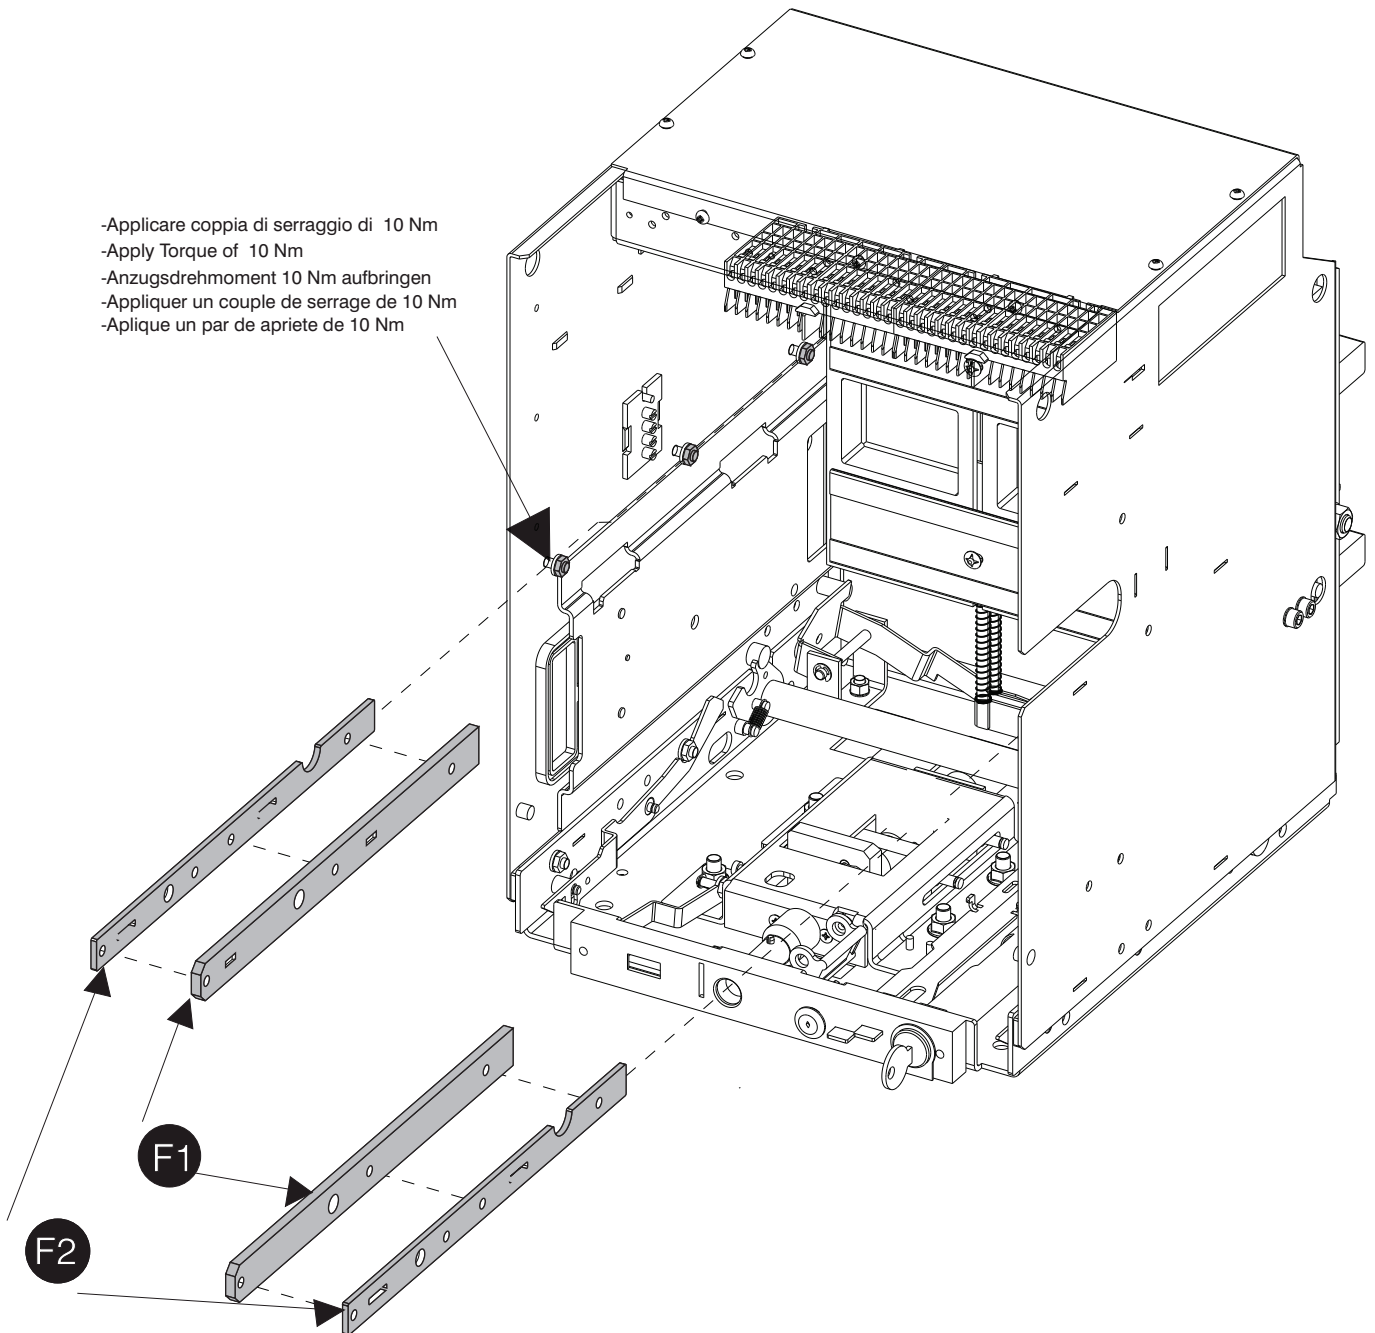

Fig.25
- Assemble the parts shown in figure 25 from M-PACT.
- Montieren Sie die in Abbildung 25 gezeigten Teile aus der M-PACT/M-PACT plus FR1-Kassette
- Assemble the pieces illustrated in the figure 25 à partir de la cassette M-PACT/M-PACT plus FR1